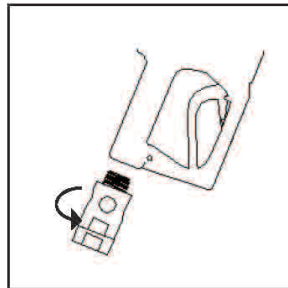

FIGURE 3/ 图 3
- Apply suitable thread sealant on male threads of hose or swivel.(OPW recommends Loctite 567).(Figure 3)
- 在视油镜或者旋转接头的出油口的外螺纹部分应涂上螺纹密封胶。(OPW 推荐使用 Loctite 567)(图 3)